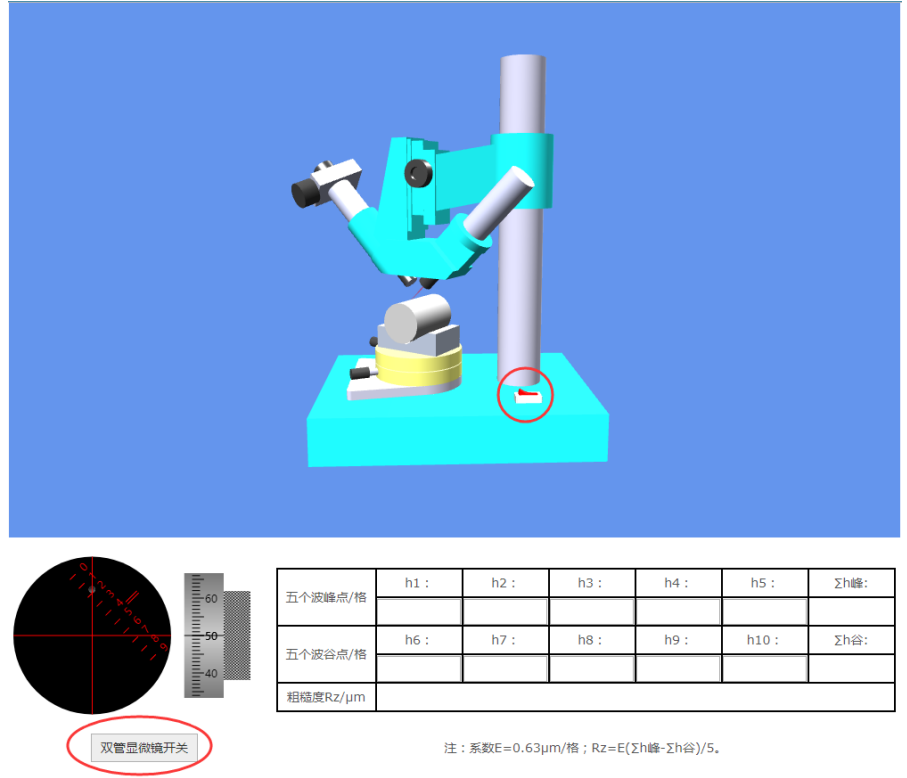

图 4 接通双管显微镜电源
3. 点击场景中的红色电源开关或网页上的“双管显微镜开关”按钮，接通电源（图 4）；